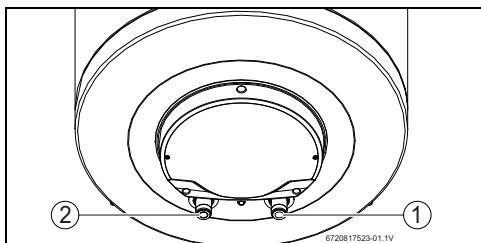

Рис. 6
- ▶ Обозначьте трубы горячей и холодной воды соответствующим образом, чтобы не перепутать их (рис. 6).